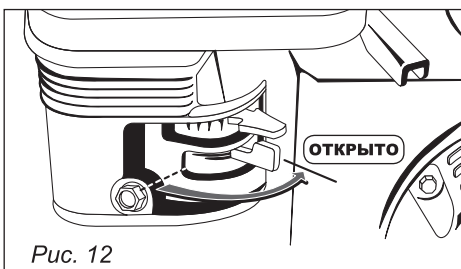

Рис. 12
2. Откройте топливный кран (рис. 12).